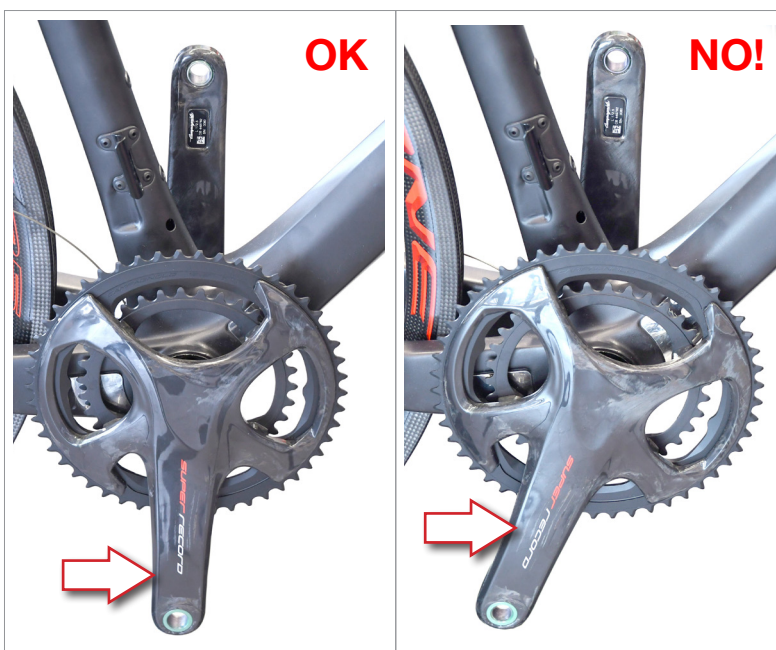

Fig.6
- Assicuratevi che le pedivelle siano correttamente allineate (Fig. 6).